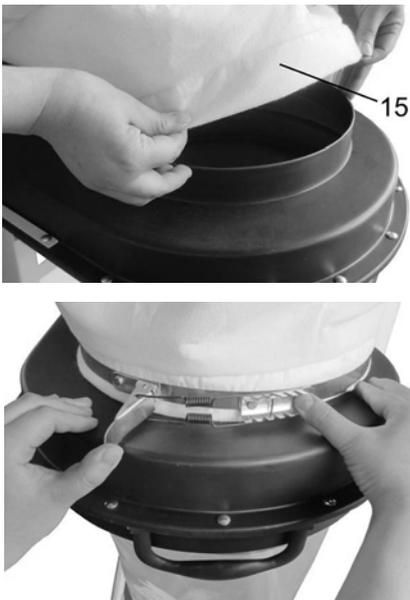

Fig. 10: Bolsa de polvo y dispositivo de liberación rápida
Paso 8: Coloque la bolsa para el polvo (15) sobre la abertura superior de la carcasa de plástico de manera que rodee completamente la abertura y asegúrela con el dispositivo de liberación rápida Fig.10).